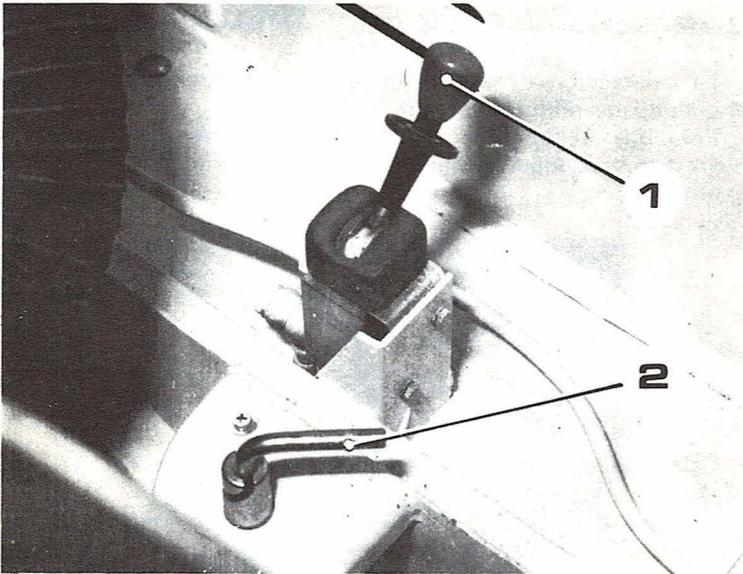

Fig. 1.10. - Mandos parte posterior.
1. Conectar el interruptor general de las baterías (fig. 1.10).